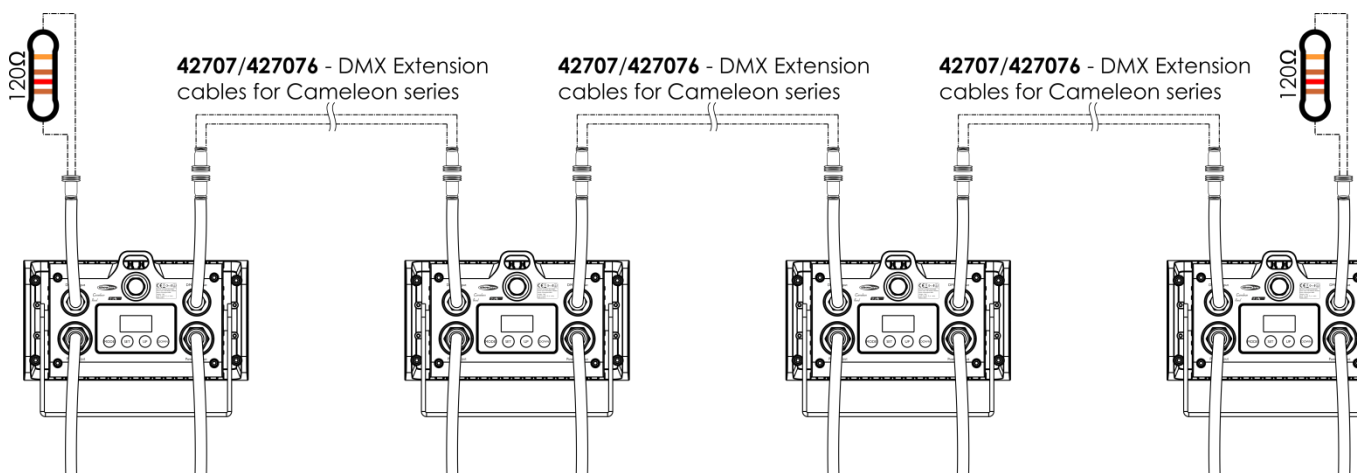

Fig. 03
- 04) Collegare le unità come indicato nella fig. 03. Collegare la presa DMX "out" della prima unità alla presa DMX "in" della seconda unità, servendosi di un cavo-prolunga DMX 42707/427076. Collegare la seconda, terza e quarta unità servendosi del cavo prolunga DMX 42707/427076. Sarà possibile usare le stesse funzioni sul dispositivo master di quelle descritte a pagina 15 e 16 (Programma auto, Programmi integrati, Modalità colore manuale). Ciò significa che sul dispositivo master sarà possibile impostare la modalità di funzionamento desiderata e che tutti i dispositivi slave risponderanno esattamente come il dispositivo master.